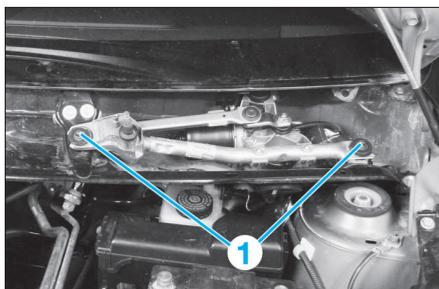

FIG. 27
- Déposer les vis de fixation (1) (Fig.27).